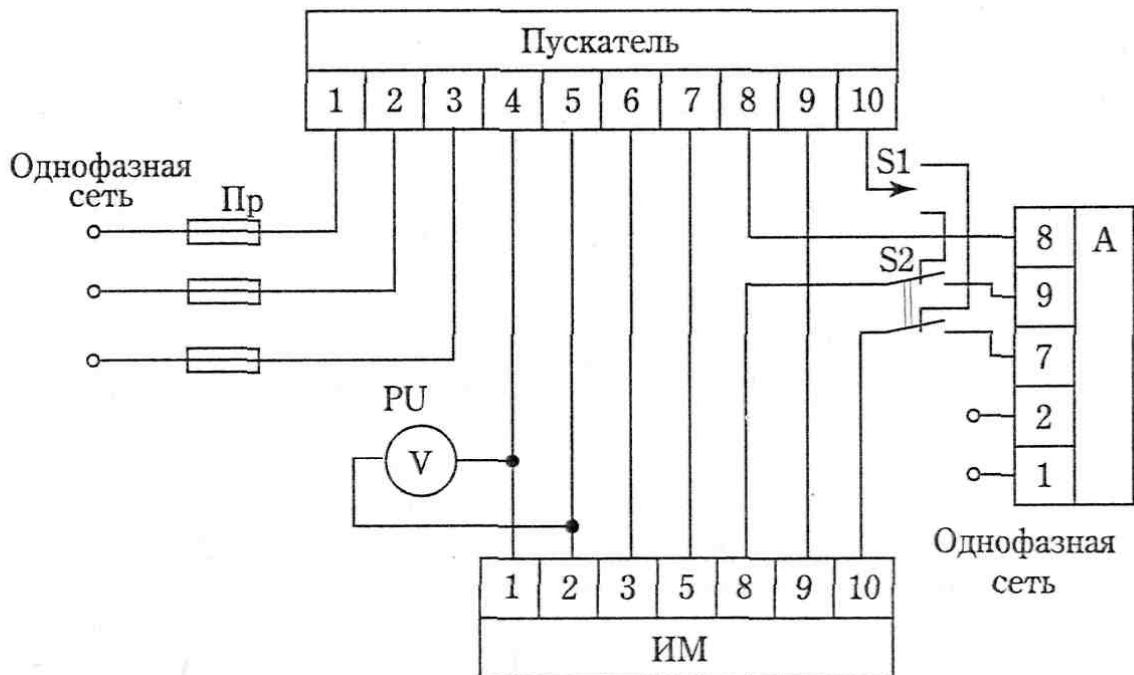

Рис. 4. Схема проверки пускателей ПБР-3 и ПБР-3А
6.3. Проверку пускателя ПБР-3 проводить по схеме рис.4 по следующей методике:
6.4. Проверку пускателя ПБР-3А проводить по схеме рис.4 по следующей методике:
Отключение двигателя следует контролировать по наличию напряжения, измеренного вольтметром РУ (рис. 4). Исполнительный механизм при этом должен быть закреплен. При регулировке электродвигатель в заторможенном состоянии должен находиться не более 20 с.
Отыскание неисправности пускателей необходимо производить в лабораторных условиях в схемах проверки (рис.4).